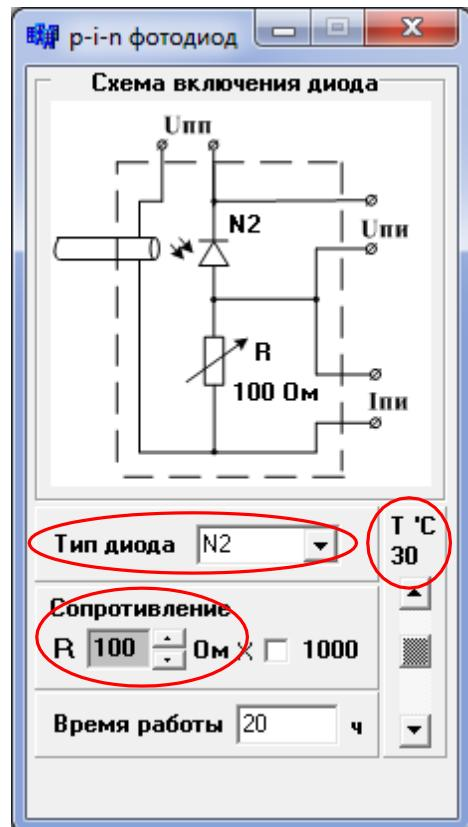

Рис. 7.10. Установка параметров ФД
2. В свойствах ФД установите заданный вариантом тип диода, сопротивление  $R = 100$  Ом и температуру  $30^\circ\text{C}$  (рис. 7.10).
- В свойствах ФД установите заданный вариантом тип диода, сопротивление  $R = 100$  Ом и температуру  $-30^0\text{C}$  (рис. 7.10).
- В свойствах ФД установите заданный вариантом тип диода, сопротивление  $R = 100$  Ом и температуру  $30^{\circ}\text{C}$  (рис. 7.10).
2. В свойствах ФД установите заданный вариантом тип диода, сопротивление  $R = 100$  Ом и температуру  $30^0\text{C}$  (рис. 7.10).